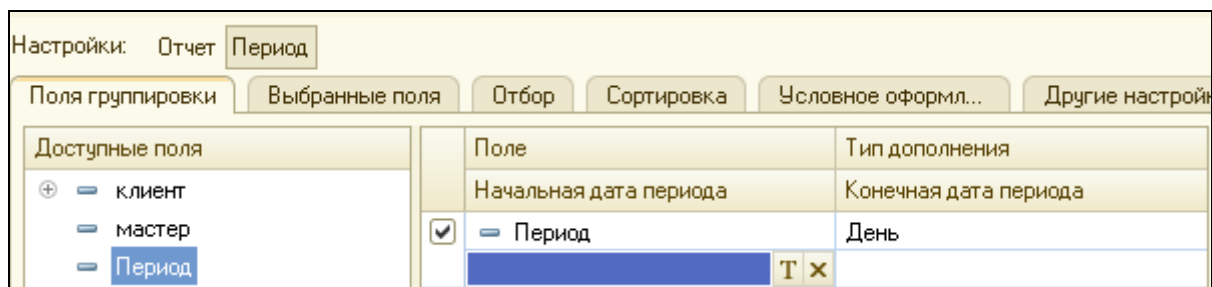

Рис. 4.32 Новые управляющие кнопки
4. Щелкните по кнопке, помеченной крестиком, управляющие кнопки меняются (рис. 4.32).